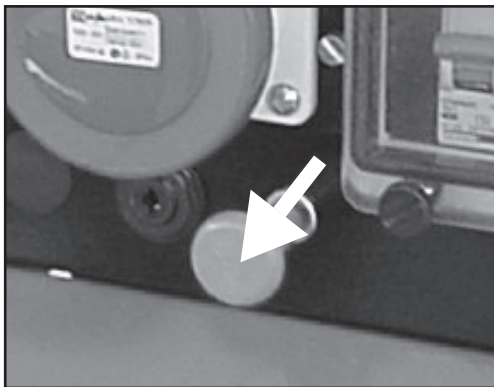

Fig. 8
3) Versjon P9000 – WP2300: trekk i kontrollen som befinner seg på kontrollpanelet (se fig. 8); vent til motoren er helt slått av; still nøkkelen i posisjon "OFF" Fig.8